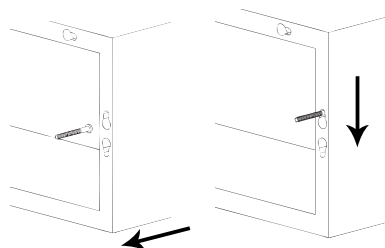

Figura 3
**PASO 3:** Cuelgue cada estante al ubicar los ojos de la cerradura sobre los tornillos y al aplicar una ligera fuerza hacia abajo, como se muestra en la **Figura 3**.